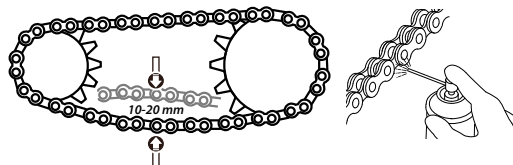

Imagen 27. Holgura de la cadena.
2. Mover la cadena con la mano hacia arriba y hacia abajo para revisar que su holgura esté entre 10 y 20 mm (ver imagen 27).